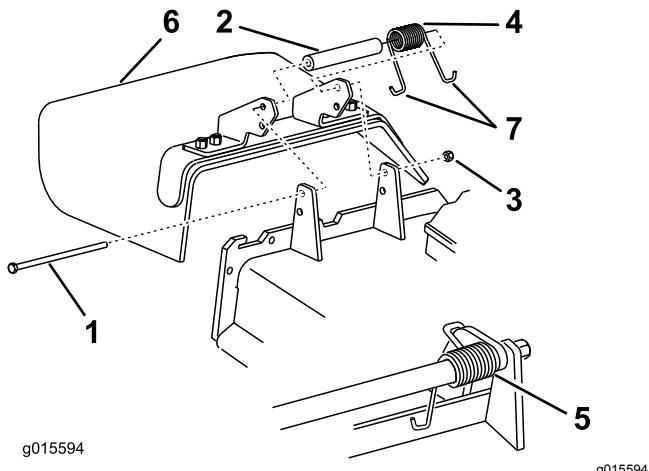

Figure 111
1. Retirez le contre-écrou, le boulon, le ressort et l'entretoise qui fixent le déflecteur aux supports de pivot (Figure 111).
2. Déposez le déflecteur d'herbe s'il est endommagé ou usé (Figure 111).
- Remarque:** Prenez soin de placer une extrémité en J du ressort derrière le bord du plateau avant de mettre le boulon en place, comme montré à la Figure 111.
6. Accrochez 1 extrémité en J du ressort au déflecteur d'herbe (Figure 111).